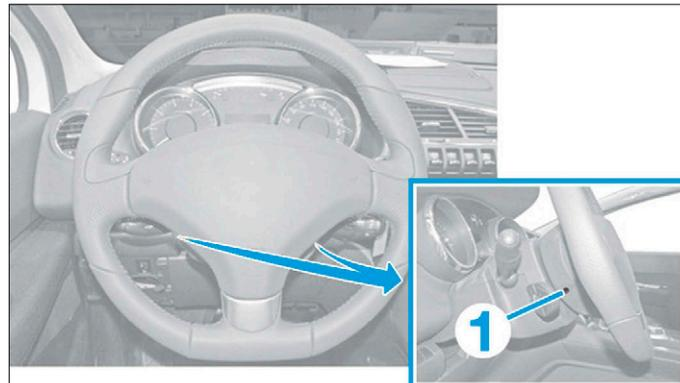

FIG. 1
- Percer et engager l'outil [1] dans l'orifice (1) (Fig.1).